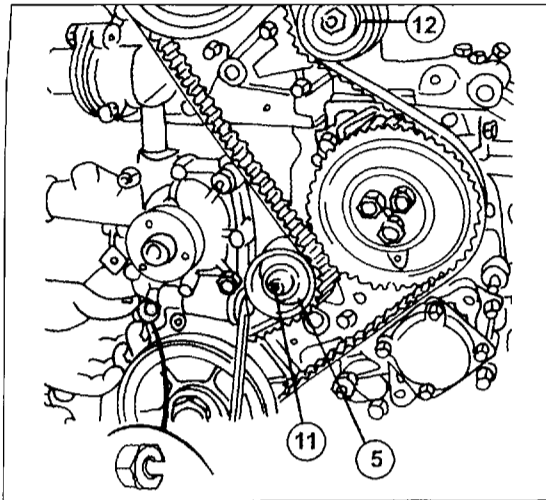

Bild 115
- Einen Schraubendreher in der in Bild 115 gezeigten Weise ansetzen und die Riemenrollen (5) damit nach links drücken. Die Mutter (11) lösen und gleichzeitig den Riemenspannerkolben mit dem Schraubenzieher zusammendrücken, bis er auf der anderen Seite heraus kommt. Die Mutter (11) mit der Spannrolle (5) in der neuen Stellung anziehen. Um zu verhindern, dass sich der Kolben wieder zurückstellen kann, die in Bild 38 gezeigte Mutter einschieben (siehe Bild 115, unten links). Wie bereits erwähnt, muss die Mutter auf einer Seite aufgesägt werden, sodass sie sich über den Kolben schieben lässt. Nachdem der Kolben (8) festgestellt ist, kann die Spannrolle (12) ausgebaut werden.